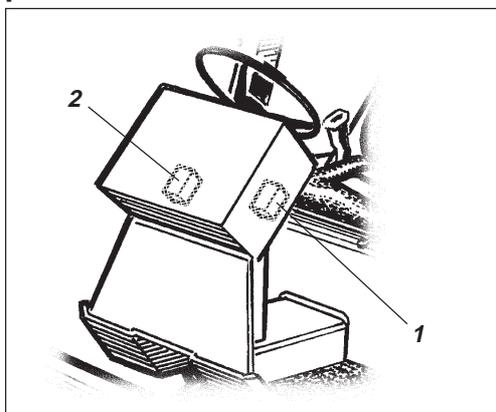
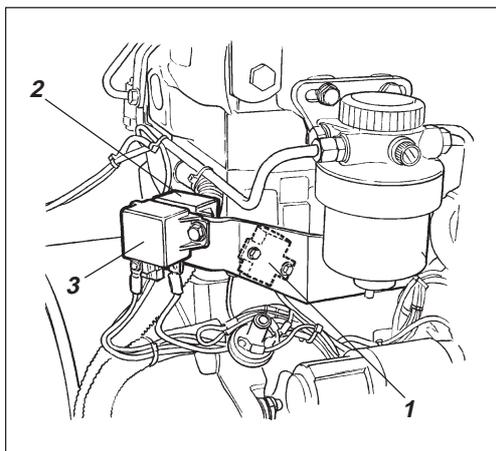

Fig. 31 *Colonne de direction*
Fig. 32 *Compartment moteur*
Le système de réglage et de commande électrique est protégé par deux fusibles, 15A (1), fig. 31, et 30A (1), voir fig. 32 ci-dessous.